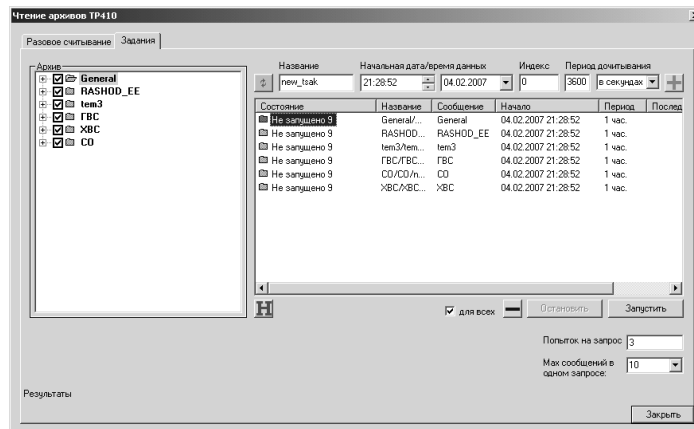

Рисунок 4.69 - Задания периодического чтения
- нажать на кнопку . Будет сформировано задание для каждого выбранного сообщения. Имя задания будет сформировано как «имя_архива/имя_сообщения/имя_задания» (например, см. Рисунок 4.69).
Чтобы посмотреть историю выполнения заданий (см. Рисунок 4.69), нужно выделить задание и нажать на кнопку .